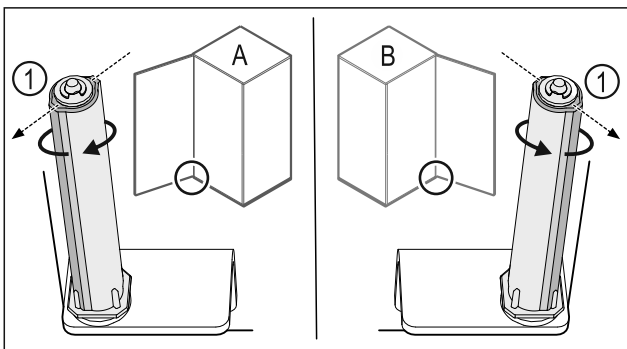

Fig. 44 左门挡(A) / 右门挡(B)
- ▶ 克服阻力转动关门系统，直至关门系统 Fig. 44 (1)的连接片朝外。